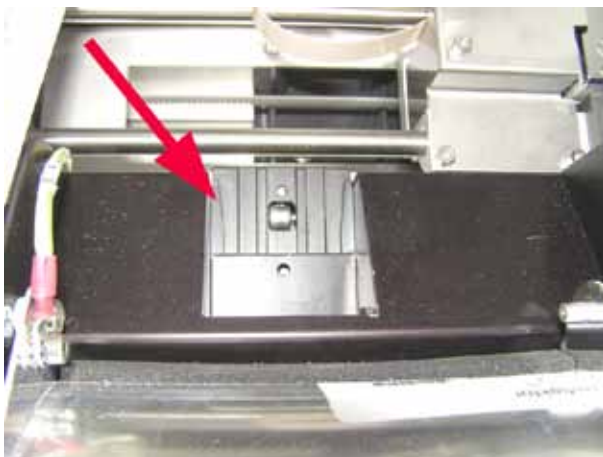

Fig. 47
- Glissière de distribution de lames porte-objets (→ "Fig. 47")
La glissière doit être propre (→ "Fig. 47").